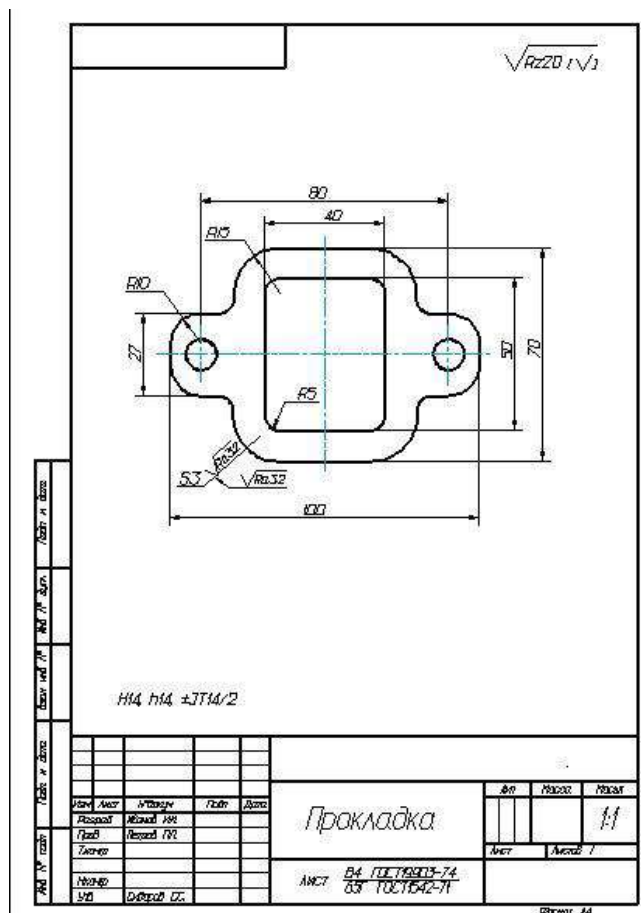

Рисунок 4 - Пример изображения изделия из листового материала
6. На листе аналогичным образом, используя инструменты Линия, Эллипс и Текст, изобразите следующую деталь (см. рис.4.)